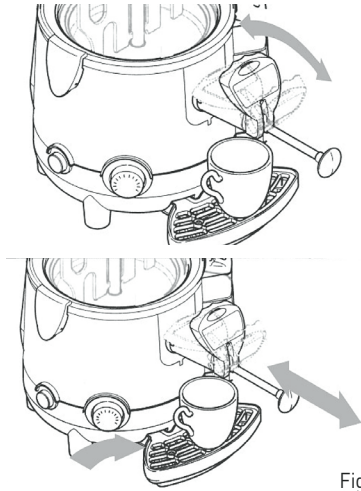

Fig. 1
- Si le chocolat chaud est versé trop lentement, il est recommandé de pencher le levier ; pour éliminer le blocage dans le distributeur, tirez ou poussez plusieurs fois le levier sans arrêter l'appareil (voir : la fig. 1).